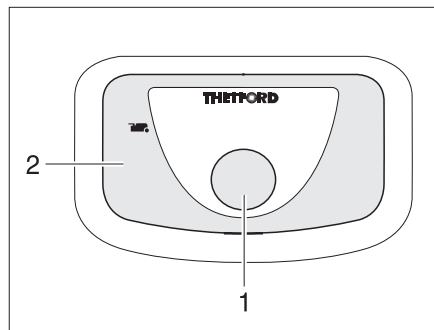

Fig. 381 Botón del inodoro/luz de control del inodoro Thetford
- Para lavar, pulsar el botón del inodoro azul (Fig. 381,1).
La luz de control (Fig. 381,2) se enciende cuando es necesario vaciar el cassette Thetford.
- Desplazar la palanca de corredera (Fig. 381,1) en sentido de las agujas del reloj. Se cierra la corredera. Para el vaciado debe estar cerrada la corredera en el inodoro Thetford.